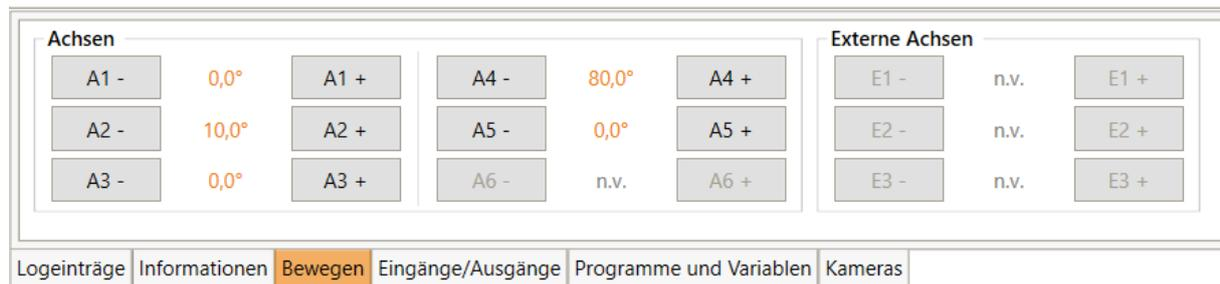

Abbildung 9: Die Softwareschaltflächen für "Achse" - Bewegungen. In beiden kartesischen Modi wechseln die Schaltflächen auf X, Y, Z, A, B und C.
- "Achse": Ein Klick auf A1 bis A6 bewegt die entsprechende Roboterachse (falls vorhanden). E1 - E3 bewegt die externen Gelenke. Dies können lineare oder Rotationsachsen sein (Abb. 9).